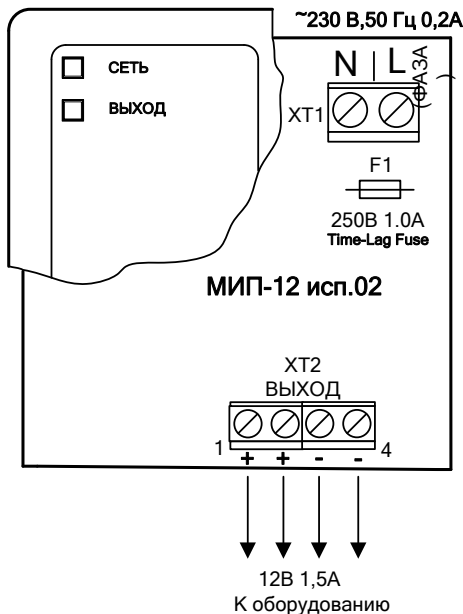

Рис. 3 Схема подключения МИП-12 исп.02 (МИП-12-1/ПЗ)
При подключении проводов внешнего питающего напряжения 230 В к сетевой колодке необходимо соблюдать правильность подключения «фаза» и «нейтраль». Подключение цепей к МИП производить в соответствии с рис. 3.
2.2.3 Согласно схеме соединений МИП (Рис.3):
2.3.1 Проверить правильность произведённого монтажа в соответствии со схемой подключения МИП-12 исп.02 (МИП-12-1/ПЗ) (рис. 3).